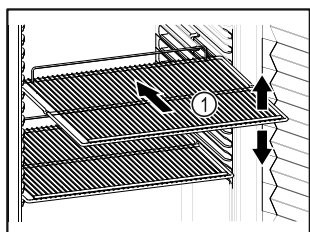

Fig. 74 Représentation à titre d'exemple
- ❑ Lorsque les grilles de support Fig. 74 (1) peuvent être déplacées, changez leur position en fonction de la hauteur des aliments.